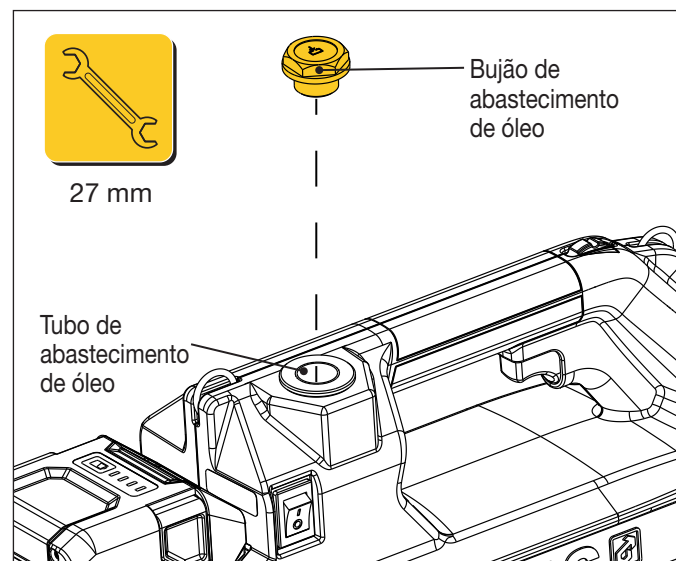

Figura 13: Localização de Abastecimento de Óleo
3. Desligue o interruptor de alimentação da bomba (O).
5. Remova o bujão de abastecimento de óleo da abertura de abastecimento. Use uma chave de 27 mm. Veja Figura 13.